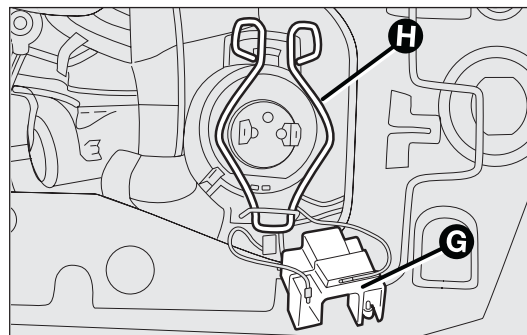

fig. 145
- enlever le connecteur G-fig. 145 ;
- décrocher l'agrafe de maintien de la lampe H-fig. 145 ;